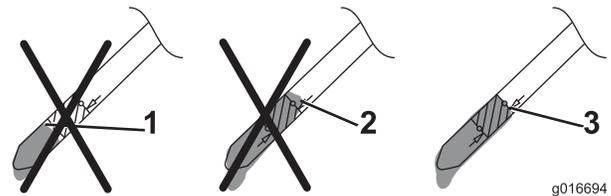

Figura 32
12. Observe en la varilla el nivel de aceite (Figura 32).
- Si el nivel de aceite es demasiado bajo, vierta **lentamente** una pequeña cantidad de aceite en el tubo de llenado, espere 3 minutos, y repita los pasos 10 a 12 hasta que el nivel de aceite llegue al nivel correcto, según se muestra en Figura 32.